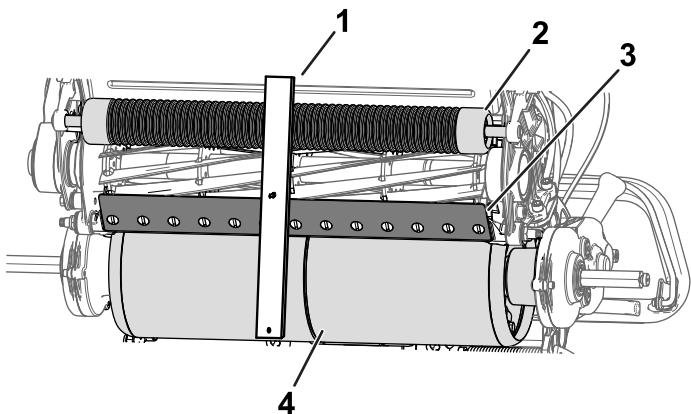

図 13
2. 刈高ゲージのねじの頭を下刃の先端に引っかけ、バーの後端を走行ドラムに当てる 図 13。